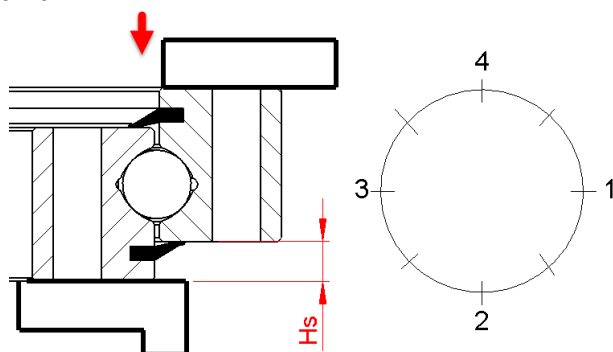

Imagen 9: Esquema y puntos de medición.
- v. Repita este procedimiento de manera que pueda controlar toda la corona como en la “Imagen 9”.